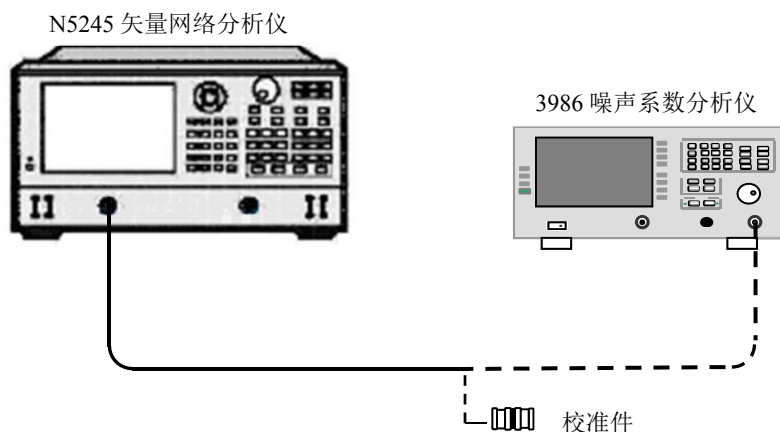

图 8.7 输入端口驻波比测试框图
**步骤 1.** 如图 8.7 所示连接测试设备，开机预热 30min。